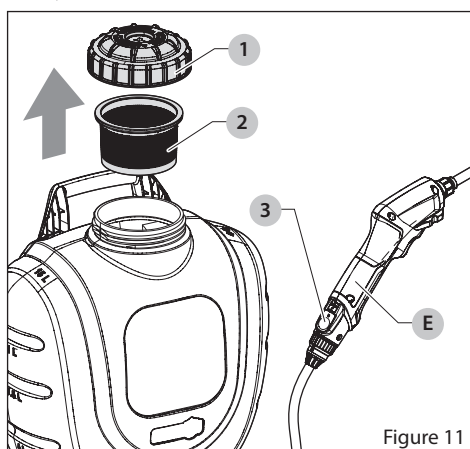

Figure 11
1. Assurez-vous que l'outil de lance électrique (E) est éteint et retirez la lance électrique. Voir *Figure 11*.
2. Enlevez le chapeau (1) et le panier filtre (2), et videz ce qui reste de substance chimique du réservoir dans un contenant qui convient pour une utilisation future ou mettez-le au rebut selon les directives du fabricant de la substance chimique.
- Réinstallez le flexible et la lance électrique (E) et appuyez sur le bouton d'alimentation (3) pour mettre le pulvérisateur en position « ON » (Marche).
- Une fois que le pulvérisateur est sec, retournez-le à l'endroit et réinstallez le bouchon (1) et le panier-filtre (2) pour empêcher les débris de pénétrer dans le réservoir.